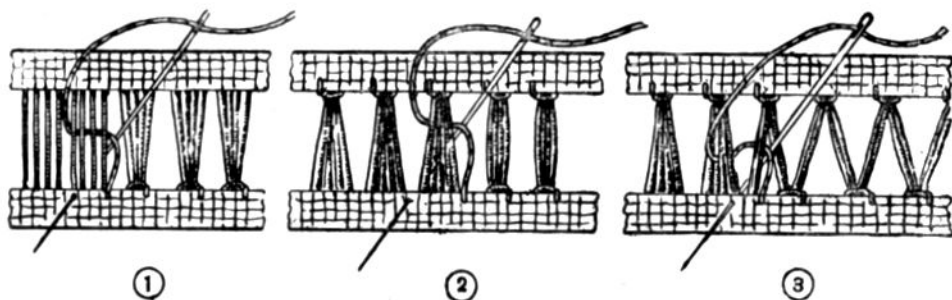

Рис. 209. Мережка:
Все другие образцы мережки, за исключением одного (рис. 209 (3)), делаются на основе мережки столбиком. Для образца мережки, ука-